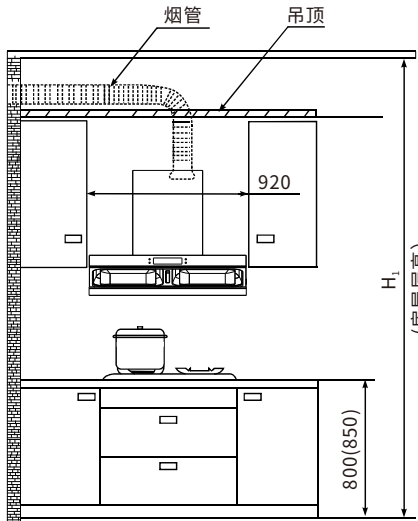

图1(单位:mm)
- 2、当与橱柜整体搭配安装时,建议在灶具正上方,务必确保烟机与灶具的中心保持一致(图1)。